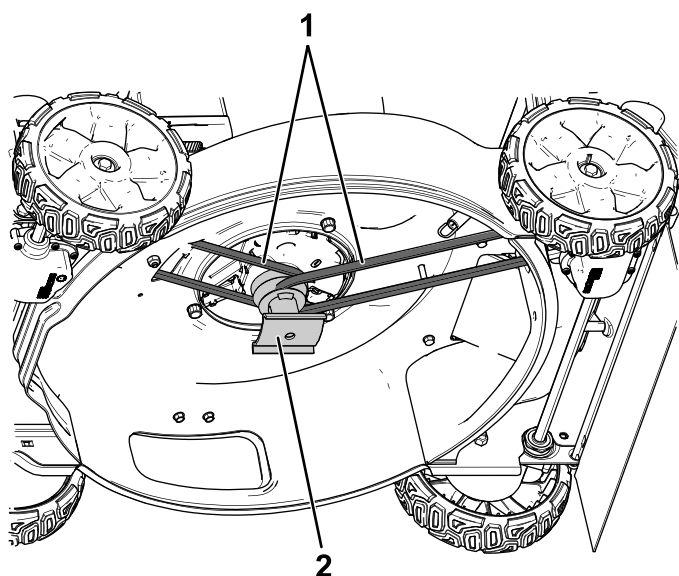

図 4
8. ブレードドライブからベルトを両方とも外し、ドライブも外してベルトとドライブを保管する 図 4。